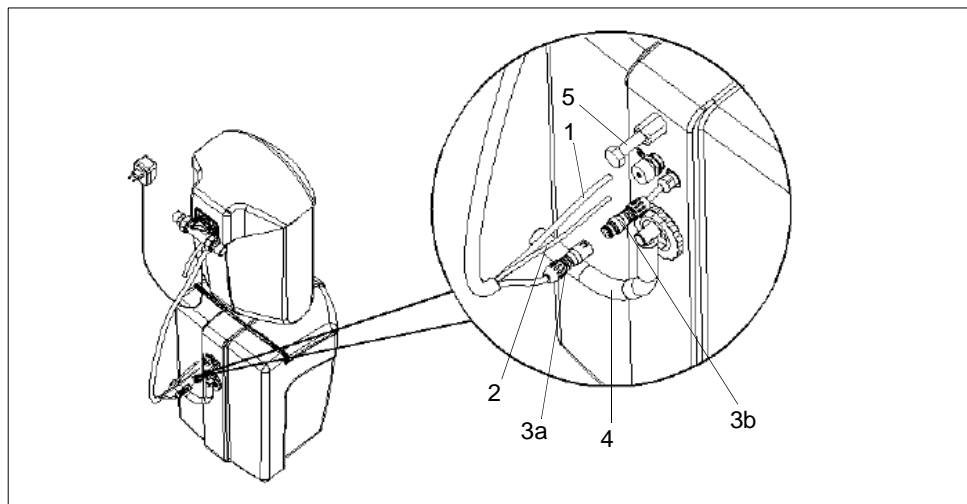

Fig. 8: Montage du réservoir de sel
**Le réservoir de sel est monté de la manière suivante (cf. fig. 8):**